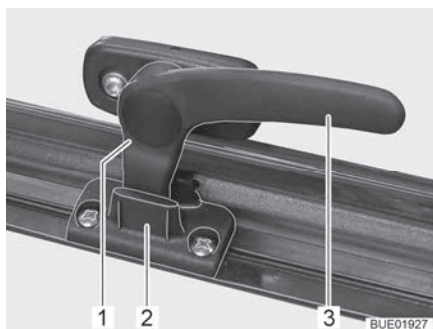

Fig. 21 Leva di serraggio in posizione "Aerazione continua"
- In posizione di "Aerazione continua" (Fig. 21)
- Ruotare la leva di serraggio (Fig. 21,3) di un quarto di giro verso il centro della finestra.
- Ruotare la leva di serraggio di un quarto di giro verso il telaio della finestra. Riportare contemporaneamente il nasello di chiusura (Fig. 21,1) nella rientranza della chiusura della finestra (Fig. 21,2).